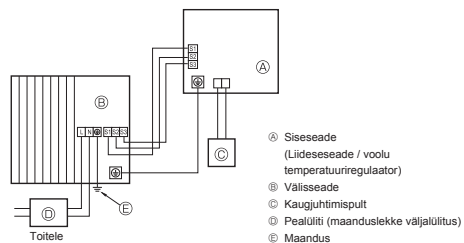
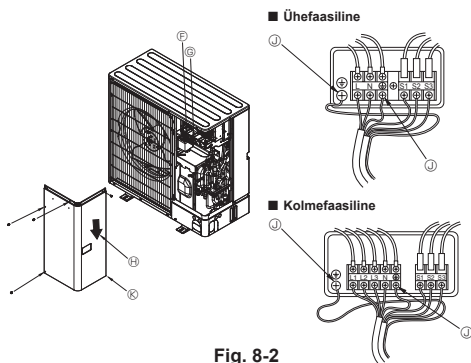

Fig. 8-1
Fig. 8-2
8.1. Välisseade (Fig. 8-1, Fig. 8-2)
- ① Eemaldage hoolduspaneel
- ② Teostage kaabeldus vastavalt Fig. 8-1 ja Fig. 8-2.